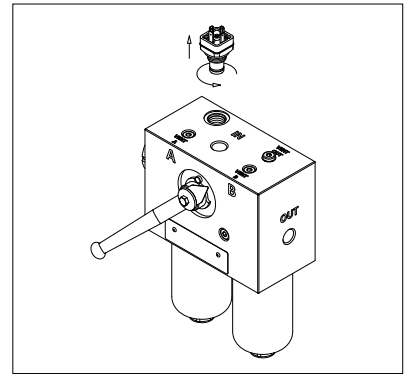

fig. 20
- (Fig. 20) Svitare il corpo indicatore